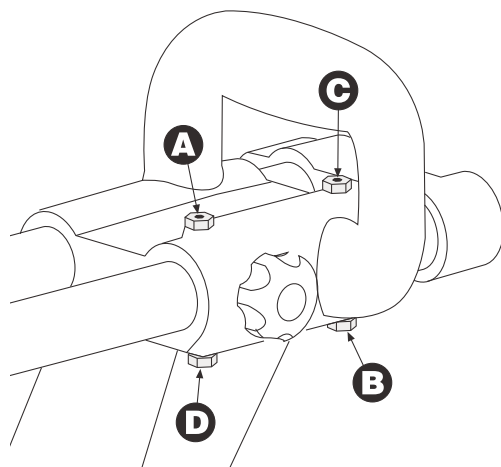
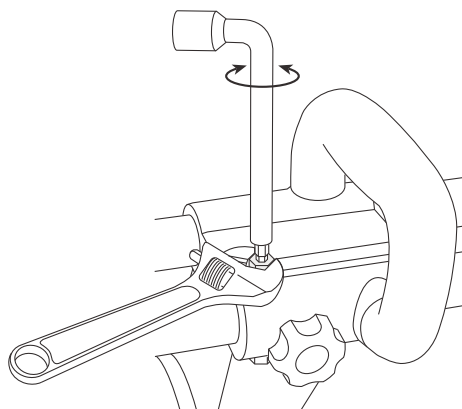

Figure 14. Vis de réglage
Figure 15. Serrez ou desserrez la vis de blocage
1. Repérez les 4 vis de réglage (A,B,C & D) situées sur le boîtier du coulisseau. (Figure 14)
2. Desserrez l'écrou de la vis de réglage (A) à l'aide d'une clé à molette.
3. Serrez ou desserrez la vis de blocage (A) à l'aide de l'extrémité 4 mm de l'embout de l'outil multifonctions de manière à minimiser le jeu du coulisseau tout en maintenant l'effort de glissement désiré.
4. Après avoir réglé la vis de réglage (A), tenez-la à l'aide de la clé Allen de 4 mm et serrez l'écrou à l'aide d'une clé à molette sans bouger la vis de réglage. (Figure 15)
5. Répétez les étapes 2 à 4 pour les vis de réglage restantes dans l'ordre indiqué sur la figure 14.